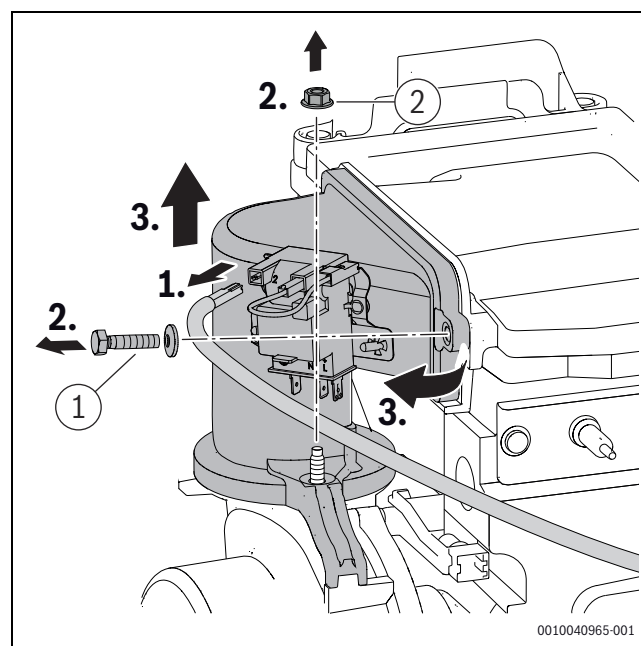

Fig. 41 Démontez le dispositif de mélange
- Serrer les vis et l'écrou ([1] et [2], fig. 41) du dispositif de mélange à 5,5+0,5 Nm.